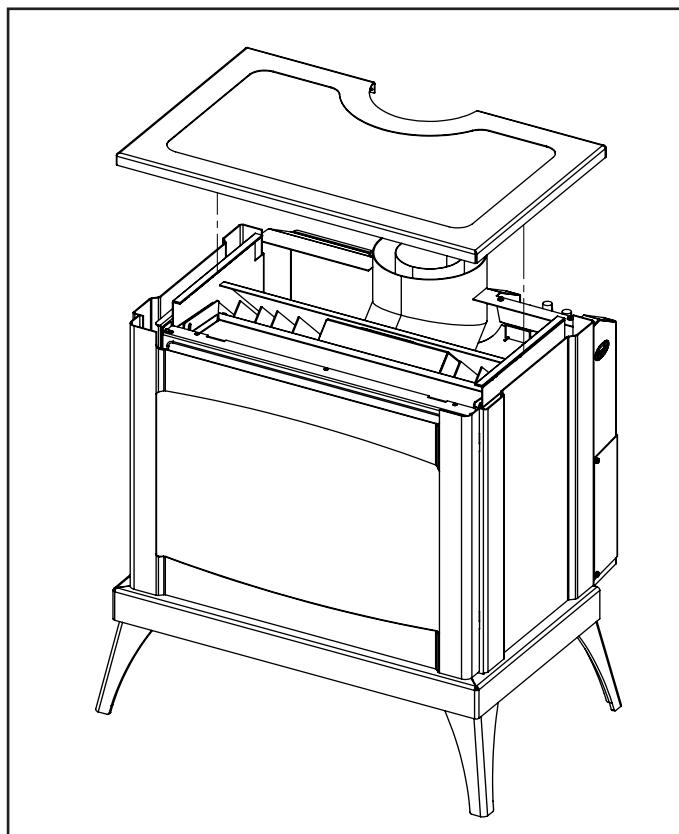

Figure 39: suppression de dessus du foyer
1. Retirez délicatement le trépied et la cuisinière. Placez sur une surface douce pour ne pas endommager les finitions de porcelaine (voir Figure 39).